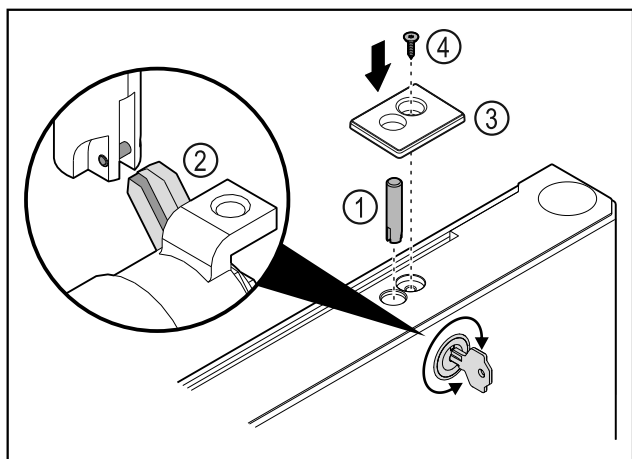

Fig. 47
- Sätt i låsbulten Fig. 47 (1).
- Vrid låset lite så att låsbulten Fig. 47 (2) hamnar i lås-litsen.
- Sätt in skyddet Fig. 47 (3).
- Sätt i skruven Fig. 47 (4).